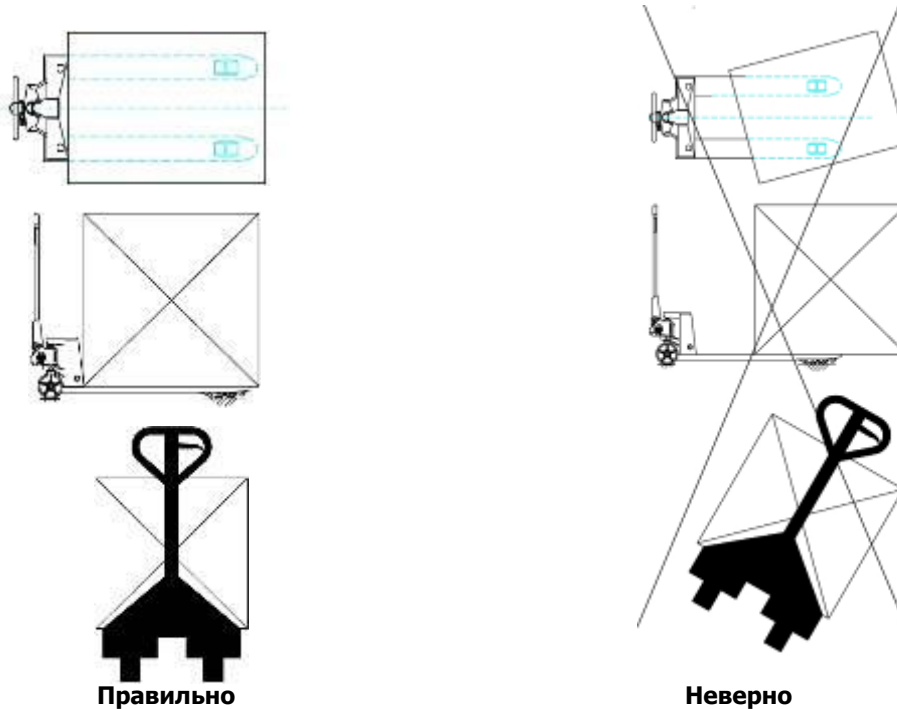

Рисунок 4.
- Перед использованием необходимо проверить колеса (219, 222, 225, 311), комплектность ручки, каркас рычага (204), корпус тележки, педальное управление (327).
- Уделяйте внимание центру тяжести во избежание смещения и наклона (см. рисунок 4).